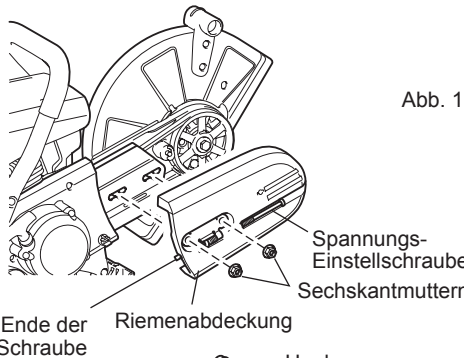

Abb. 1
- Lösen Sie die Befestigungsmutter und drehen Sie die Spannungs-Einstellschraube nach links, bis das Ende der Schraube sichtbar ist. (Abb. 1)
- Entfernen Sie die Befestigungsmuttern und die Riemenabdeckung. (Abb. 1)